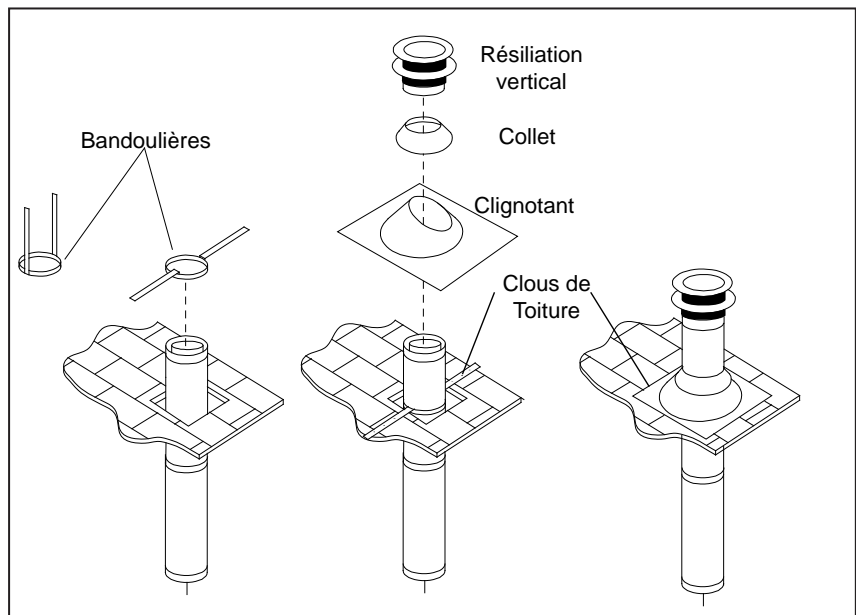

Figure 32. Terminaison de Ventilation Verticale
Étape 3. Pour installer la ronde boîte de support / coupe-feu mural sur un plafond plat, couper un **10 "(25,4 cm)** trou carré dans le plafond, centrée dans le trou percé à l'étape 2 Cadrez le trou comme indiqué sur la Figure 32.